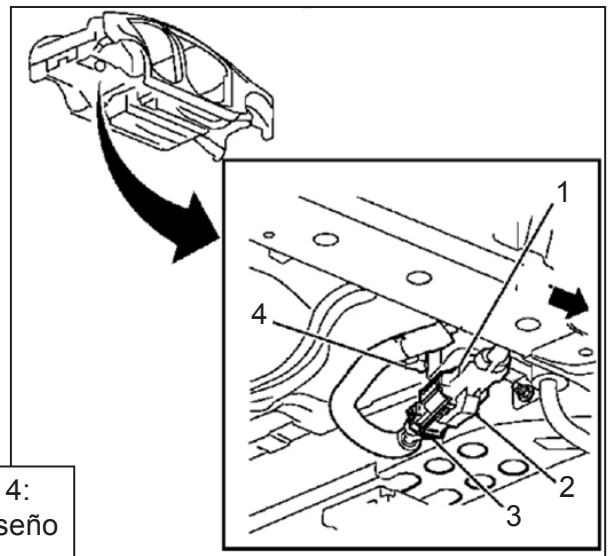

Figura 4:
- 2.5 Conecte el conector del Ensamble del cable positivo y negativo de la Batería (300 V) (3). Instale el CPA. **Vea la Figura 4.**
- 2.6 Conecte el conector del arnés de aseguramiento de alto voltaje (2). Instale el CPA. Vea la Figura 4.
- 2.7 Asegure el Ensamble del cable positivo y negativo de la batería (300 V) al perno del tablero de piso trasero con el retenedor integrado (4). **Ver la Figura 4.**